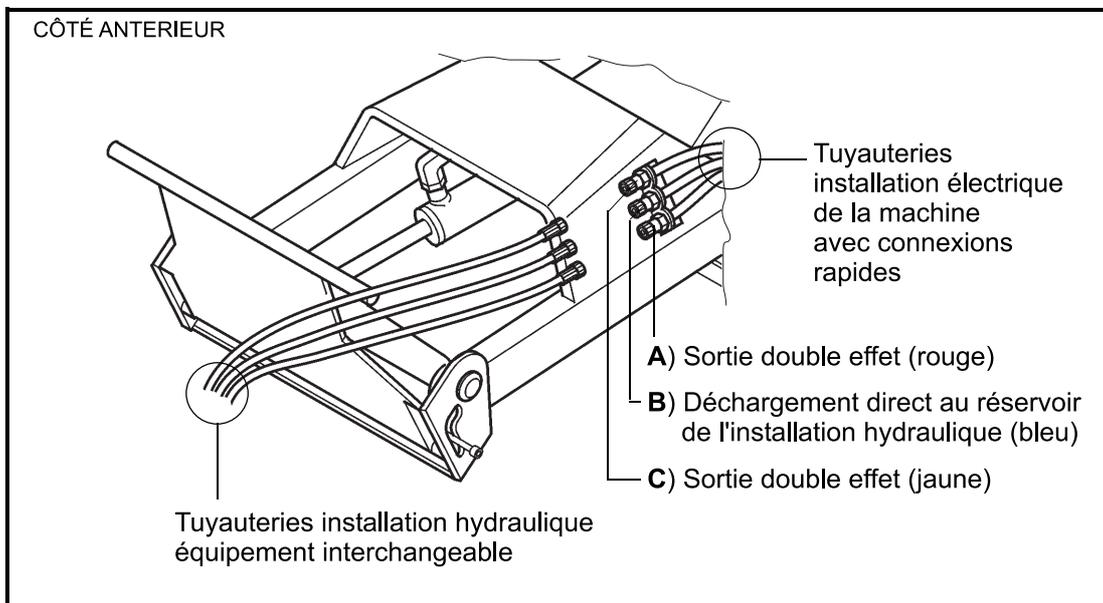

FIG. 28 (Connexion tuyaux hydrauliques de la machine à l'équipement interchangeable)
- 7- Si nécessaire connecter les tuyauteries hydrauliques de l'équipement interchangeable aux connexions rapides placées sur le bras de levage de la machine (**FIG.28**). Vérifier la connexion complète.